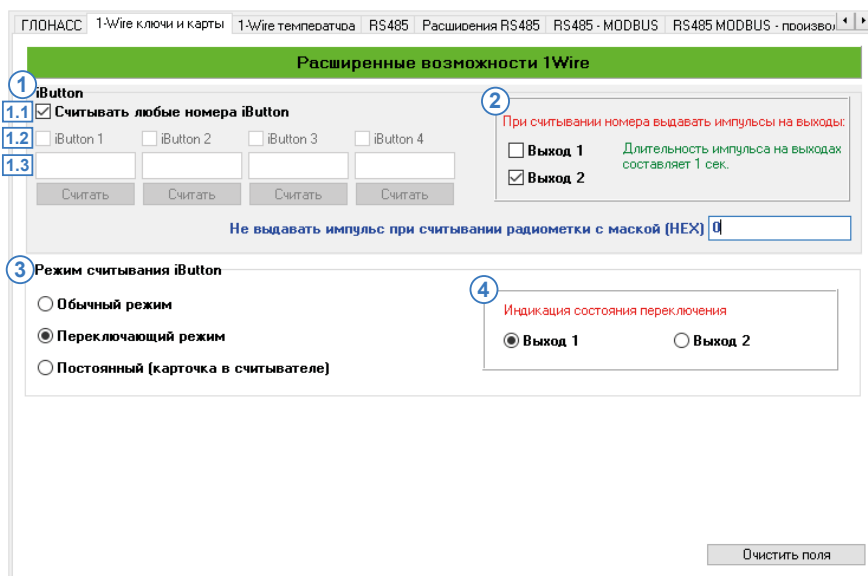

Рис.42. Вкладка «1-Wire ключи и карты».
На вкладке «1-Wire ключи и карты» (**Рис.42**) вы можете настроить работу контроллера с 1-Wire ключами, которые используются для идентификации, например, водителя транспортного средства, на котором установлен контроллер «АвтоГРАФ».
- нажать кнопку «Считать». Номер ключа будет занесен в соответствующее поле (Рис.42, п.1.3) в программе «AG.GSMConf».